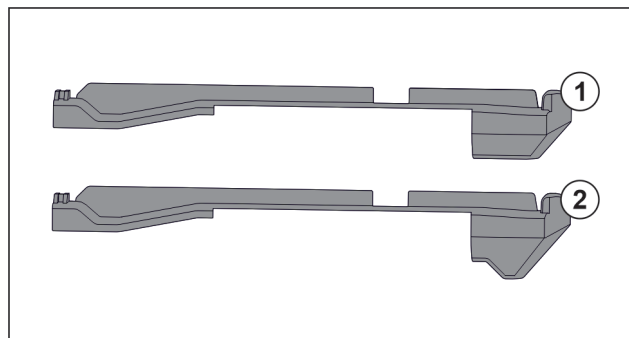

Fig. 31 Vergleich der Aufsteckteile
Im Gerät befinden sich zwei unterschiedliche Aufsteckteile. Das Aufsteckteil über dem untersten Schubfach Fig. 31 (2) hat eine dreieckige Kante. Alle anderen Aufsteckteile Fig. 31 (1) haben eine gerade Kante.
- Aufsteckteil Fig. 31 (2) mit der dreieckigen Kante über dem untersten Schubfach anbringen.
- Aufsteckteil Fig. 31 (1) mit der geraden Kante an allen anderen Stellen anbringen.